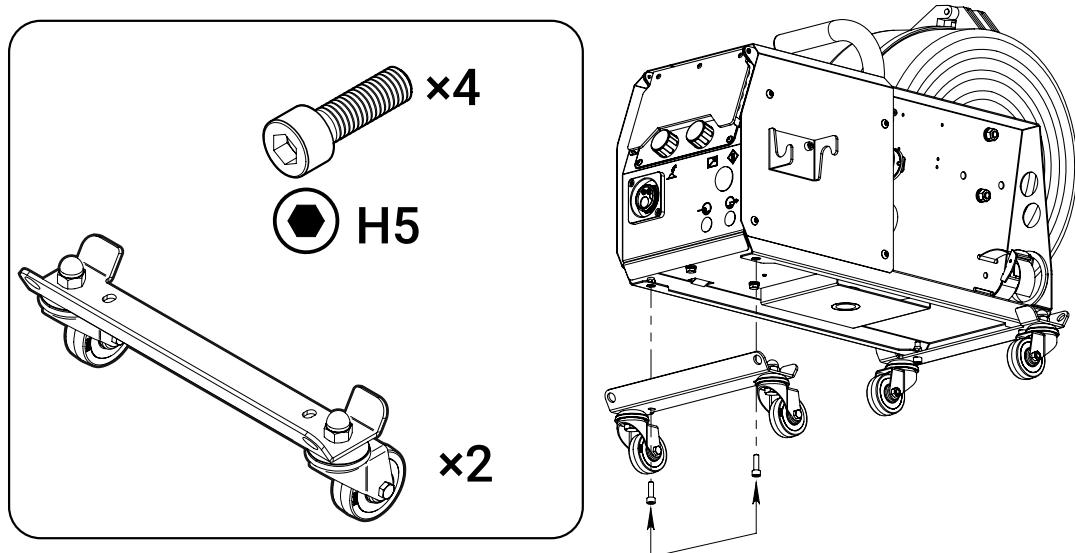

Рис. 7 – Монтаж шасси УПП
- 1 Установить УПП на шасси и прикрепить при помощи болтов (Рис. 7).